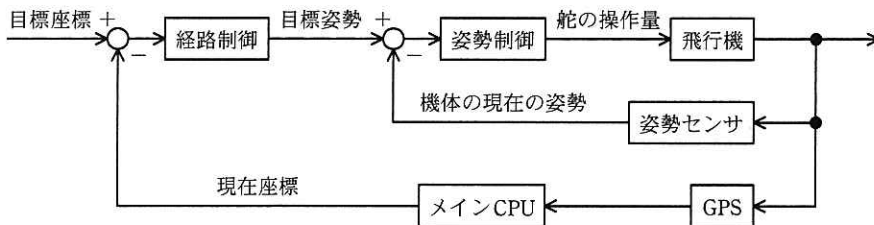

図 4 経路制御と姿勢制御の流れ
- ・経路制御で計算された目標姿勢と機体の現在の姿勢から、舵の操作量を計算し、ドライバ 1～3 に出力する。これを姿勢制御と呼ぶ。姿勢制御は、1 回の処理周期の中で複数回実行する。経路制御と姿勢制御の流れを図 4 に示す。